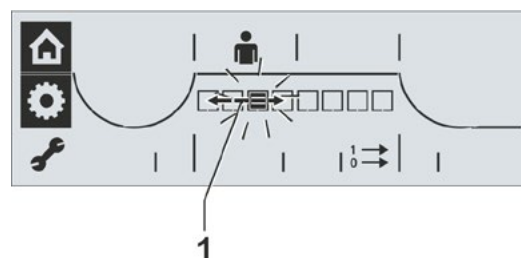

Fig. 2: Velge signalsett
- Trykk på dreiebryteren. Det sorte firkantsegmentet som viser valgte utgående signalsett blinker (Fig. 2).
- Drei på dreiebryteren og velg ønsket signalsett (Fig. 2, pos. 1). Firkantsegmentet i displayet viser det valgte signalsettet der den første sorte segmentet til venstre står for signalsett 1.